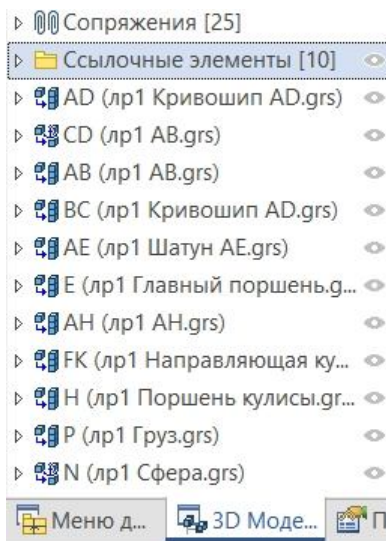

Рис. 1.11 – Фрагмент
1.12.2 Переименуйте все 3D фрагменты по названиям точек на рис. 1. Например, кривошип назовите AD. Для переименования 3D фрагмента кликните на него двойным щелчком мыши в древе построения. Откроется окно «Параметры 3D фрагмента». В поле «Имя операции» на вкладке «Общее» введите новое имя 3D фрагмента (стерев предварительно старое). Древо построения модели с названиями 3D фрагментов показано на рис. 1.11.